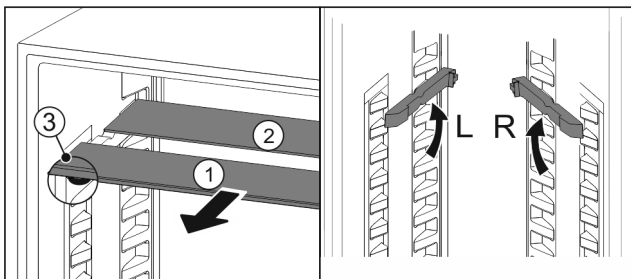

Fig. 97
- ▶ Glasplatten einzeln nach vorne herausziehen Fig. 97 (1).
- ▷ Glasplatte Fig. 97 (1) mit Zierleiste liegt vorne.
- ▷ Stopps Fig. 97 (3) zeigen nach unten.